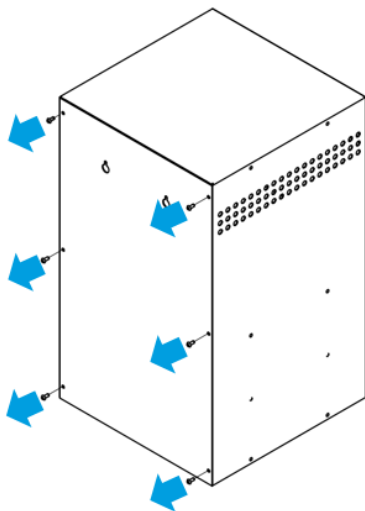

Abb. 3
1. Lösen Sie den Revisionsdeckel, indem Sie die sechs Schrauben auf der Rückseite des Gerätes mit Hilfe eines Torx-Schraubendrehers herausdrehen. (vgl. Abb. 3)
1. Lösen Sie die an der Revisionswand vorhandenen sechs Schrauben mittels eines Trox-Schraubendrehers. (Vgl. Abb.3)